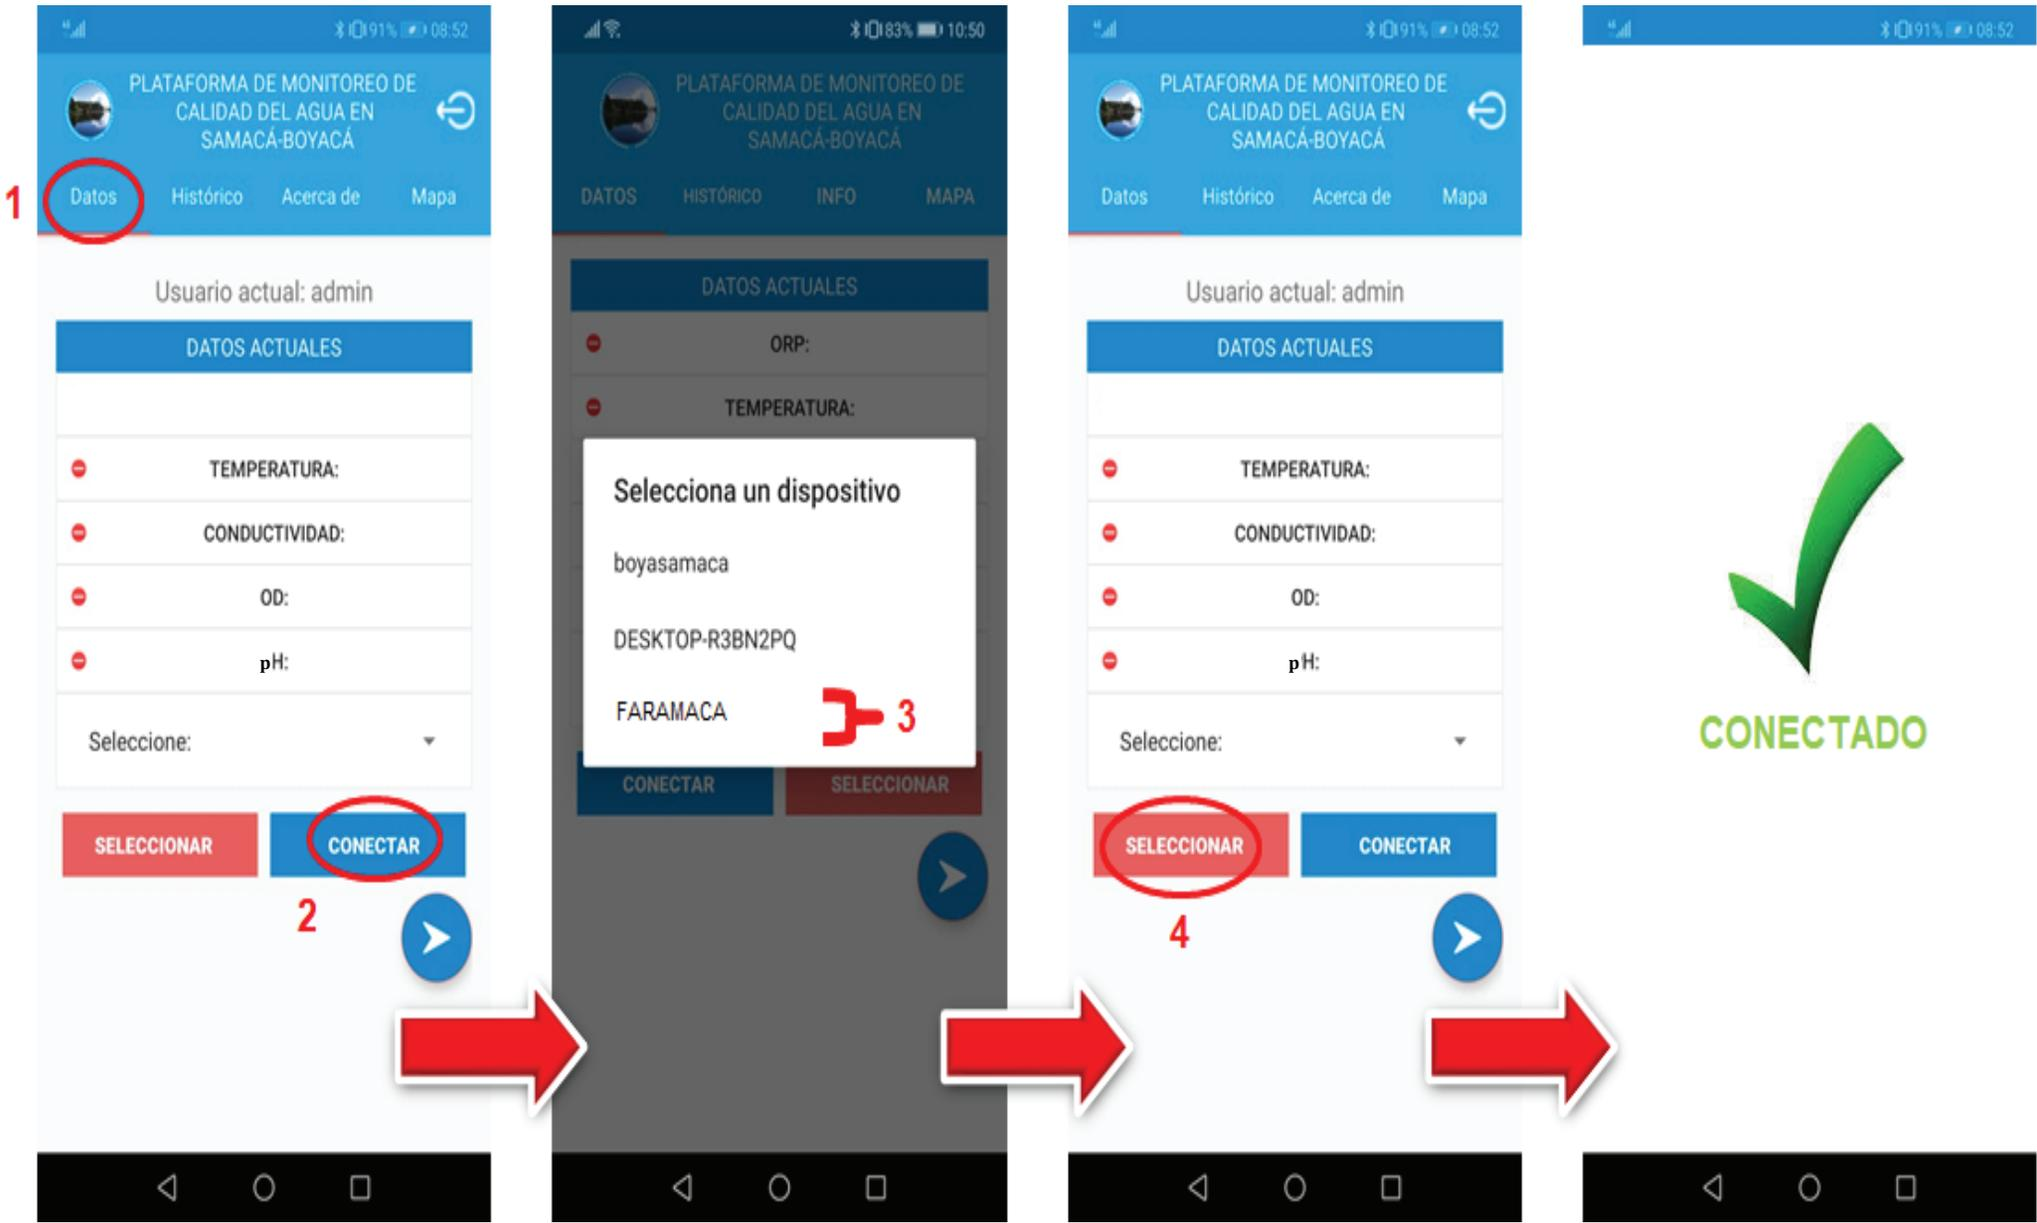

Figura 6. Proceso de conexión de la aplicación con la sonda *Faramaca*.
6. Una vez dentro de la aplicación en la parte superior observamos 4 opciones: datos, histórico, acerca de y mapa (ver figura 6). Por defecto la aplicación se inicia en la opción de datos, en esta opción se realiza la conexión con la sonda FARAMACA, cuando se oprime “Conectar (2)” se abre una sub-ventana donde se selecciona con que modulo se quiere conectar (Seleccionar FARAMACA). Cuando se oprime seleccionar se realiza la conexión con el módulo y si es correcto el aplicativo mostrara un mensaje de “Conectado”, si no conecta correctamente consultar el apartado de preguntas frecuentes.